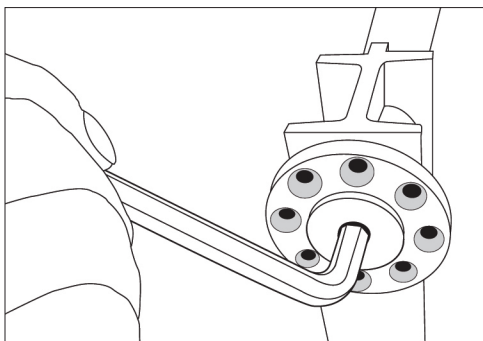

FIGURE 11
2. Resserrer les deux plaques d'ajustement d'un ou deux trous (Fig. 11).